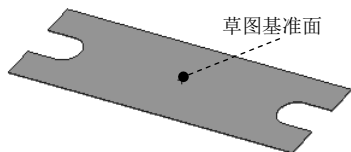
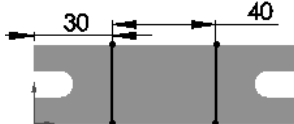

图 10.3.7 草图基准面
图 10.3.8 折弯线
Step3. 定义特征的折弯线。选取如图 10.3.7 所示的模型表面作为草图基准面，绘制如图 10.3.8 所示的折弯线。